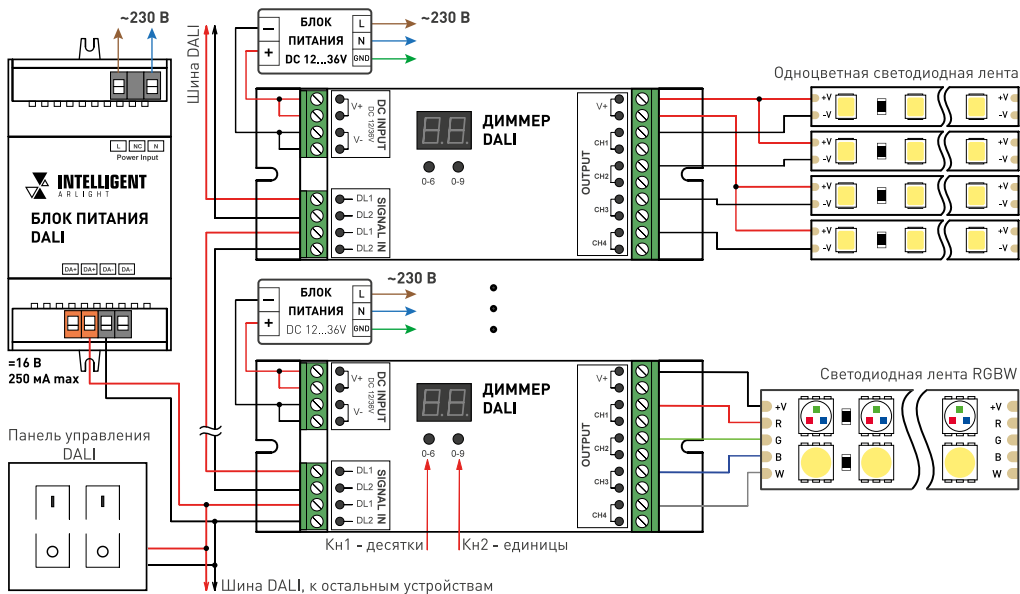

Рисунок 1. Схема подключения диммера для использования с одноцветной и RGBW-лентой.
- 3.3. Подключите светодиодную ленту или другой совместимый светодиодный источник света к выходу диммера, соблюдая полярность и порядок подключения проводов [Рис. 1].